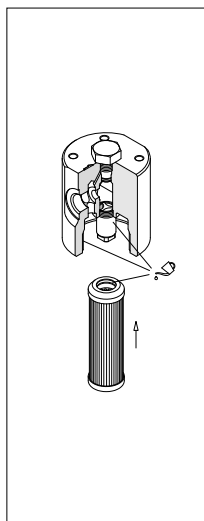

fig. 12
- (Fig. 12) Lubrificare con il fluido di lavoro l'O-ring dell'elemento filtrante, il codolo e la sede della testata, quindi calzare l'elemento filtrante sul codolo.